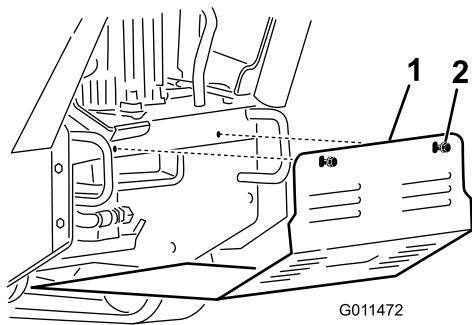

Figure 24
3. Desserrez l'un après l'autre les 2 boulons qui fixent le panneau de protection inférieur jusqu'à ce qu'il se détache (Figure 24).
5. Pour monter le panneau de protection avant d'utiliser la machine, glissez-le dans la machine, en appui sur les 4 pattes, et fixez-le en place avec les 2 boulons retirés précédemment (Figure 24).